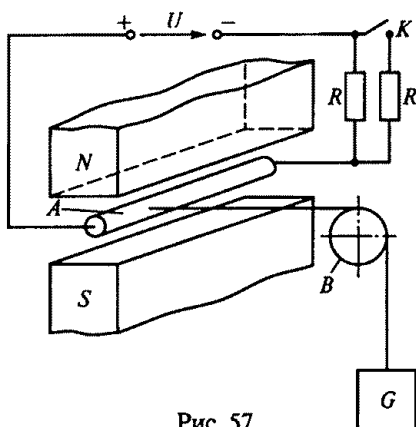

Рис. 57
2.32. В схеме модели электродвигателя, изображенной на рис. 57, проводник A находится в магнитном поле и связан с помощью гибкой нити и блока B с грузом G . Ток в проводнике имеет значение, при котором груз находится в покое. Что будет происходить с грузом, если замкнуть ключ K ?